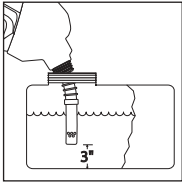

Figure 23
(Ilustración 23)
- Immerse nozzle spout tip in the gasoline in the approved test container. The nozzle tip must be at least three (3) inches from the bottom of the container to prevent back-pressure in the spout. (See Figure 23)
- Sumerja la punta del tubo de descarga de la pistola en la gasolina dentro del envase de prueba aprobado. La punta de la pistola debe estar como mínimo a tres (3) pulgadas del fondo del envase para evitar contrapresión en el tubo de descarga. (Vea la ilustración 23)